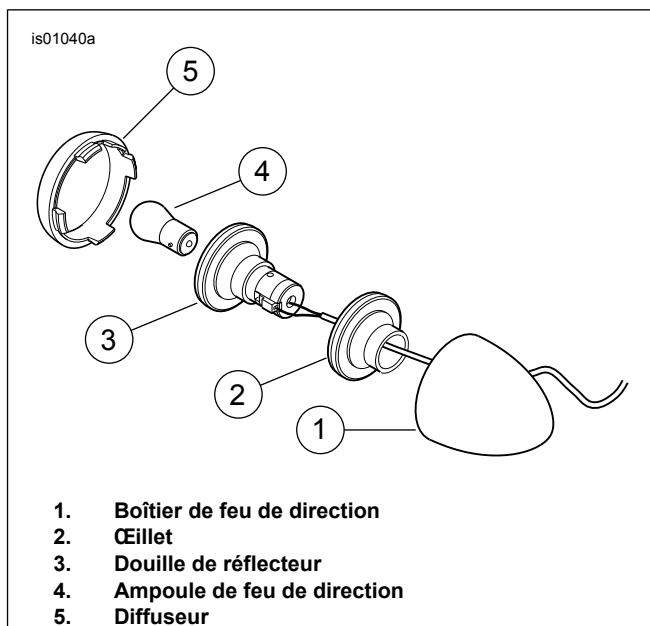

Figure 5. Feu de direction avant
3. **Modèles Dyna de 2012 et plus récents avec fils de feu de direction à l'intérieur du guidon** : Voir Figure 5. Remplacer la douille de réflecteur du feu de direction comme suit :
- a. Retirer le diffuseur de feu de direction (5) et l'ampoule (4).
- b. Pousser la douille de réflecteur (3) et l'œillet (2) du boîtier de feu de direction (1).